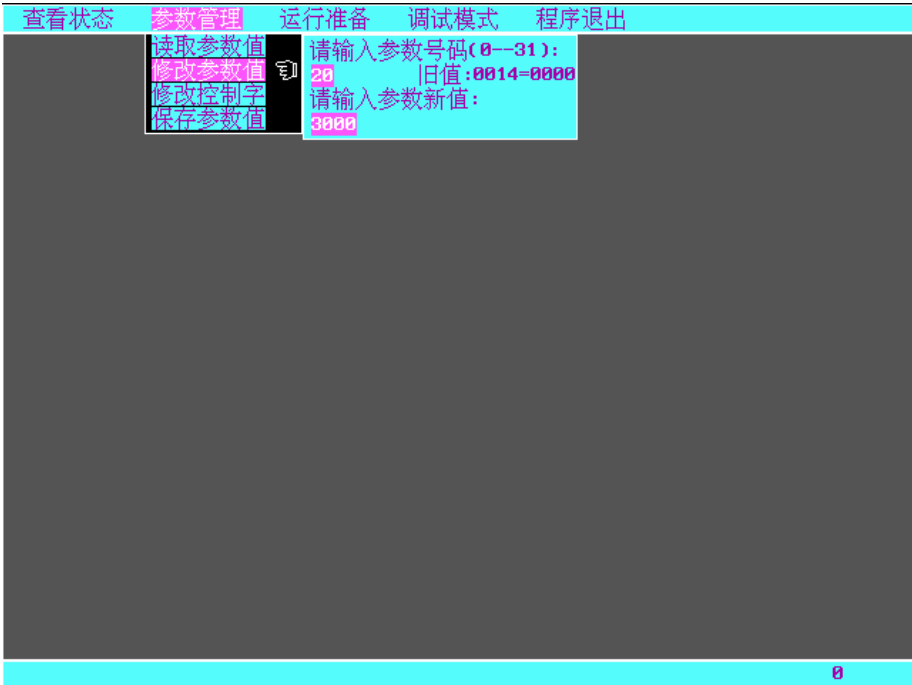

图 10.4 修改参数值
5) 使用该软件可查看伺服内部参数设置情况：通过左右方向键 ( ) 和上下方向键 ( ) 将光标移动到“参数管理/修改参数值”，按下确定键，键入需要修改的参数号，以 20 号参数为例，如图 10.4 所示，输入“20”（选择修改 20 号参数），按确定键，再输入用户自定义的参数值，如“3000”。用“Esc”退出当前参数修改状态。重复以上过程可以修改所有需要修改的参数，最后用“Esc”退出修改参数状态。具体的参数设置详见第六章“参数设置”。若用户想保存修改的参数